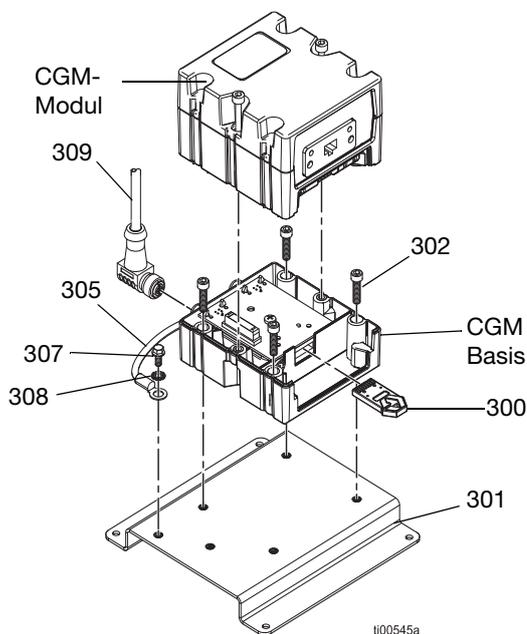

ABB. 111: CGM-Baugruppe
2. Unterlegscheibe (303) und Erdungsschraube (304) durch das andere Ende des Erdungskabels (305) anbringen. Die Erdungsschraube (304) an der Montageplatte (301) befestigen. Siehe ABB. 111.